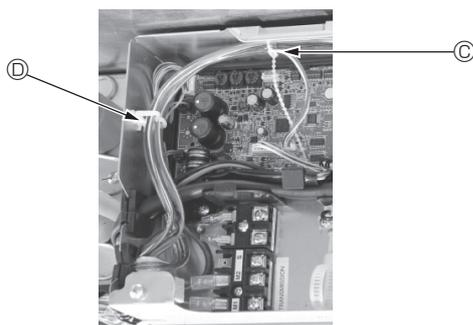

Fig. 6-15
- Überschüssiges i-See-Sensor- und Signalempfängerkabel im Elektrokasten in den Kabelclip (siehe Abbildung) legen und die Kabel zusammen mit dem Kabelbinder sichern. (Fig. 6-15)